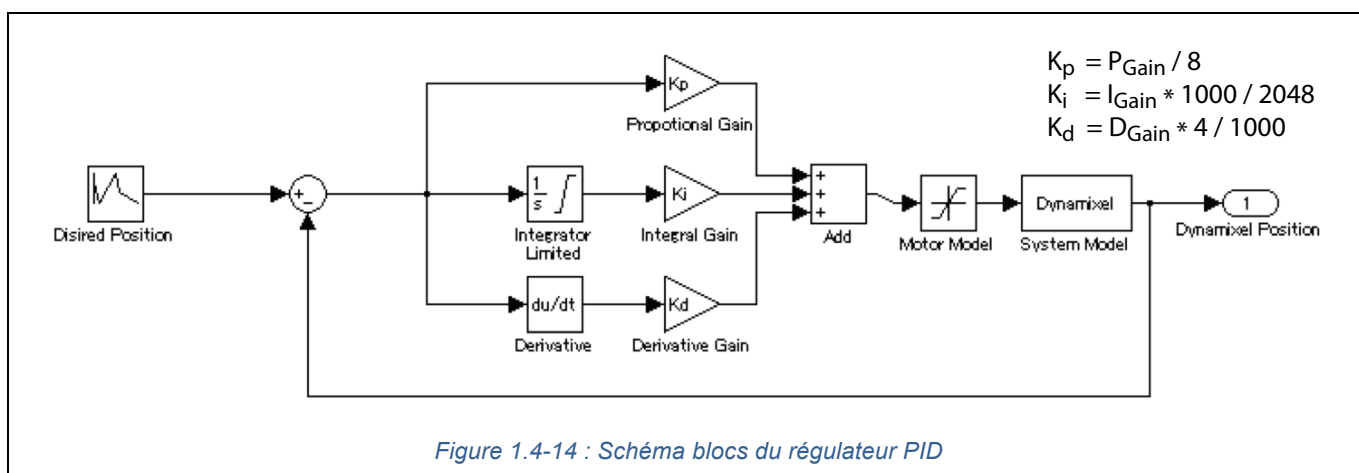

Figure 1.4-14 : Schéma blocs du régulateur PID
- ✓ Régulateur PID (Figure 1.4-14) :